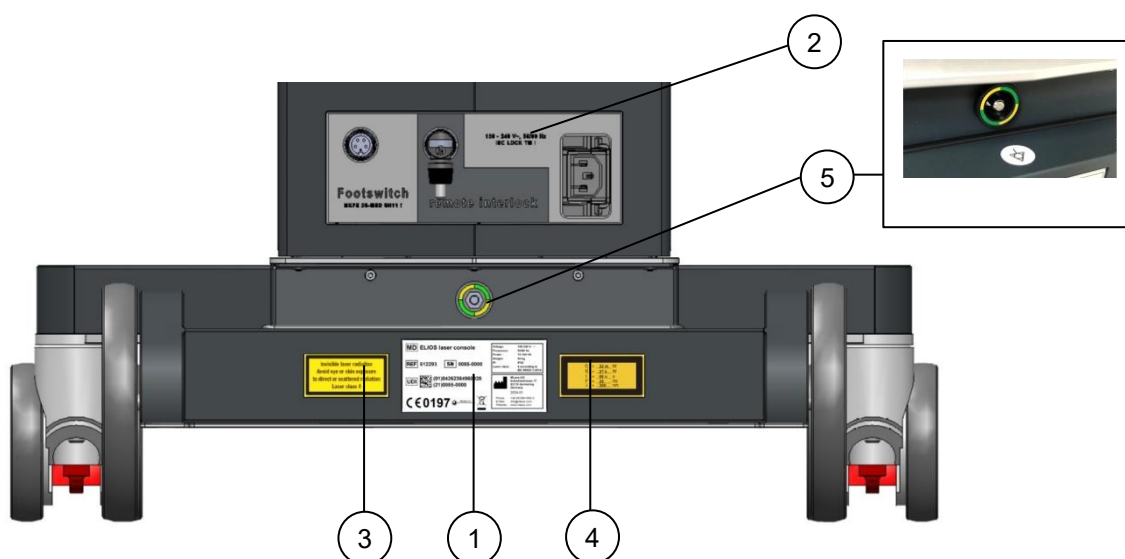

Fig. 2-1: Sett bakfra
1.	Identifikasjonsplaten er plassert på baksiden av laseren (se Fig. 2-1). Symbolene som brukes betyr: MD Medisinsk utstyr REF Katalognummer: SN Serienummer UDI Unik enhetsidentifikator  Vekselstrøm IP IP-beskyttelsesklasse  Produsent og produksjonsdato (AAAA-MM) CE0197 CE-merking av samsvar med nummeret til det tekniske kontrollorganet  se 6  elektroniske bruksanvisninger tilgjengelig
Etiketten er plassert på baksiden av laseren (se Fig. 2-1).
3.	ELIOS-laserkonsollen genererer laserstråling av klasse 4. Verken øyne eller hud skal utsettes for denne usynlige strålingen. Etiketten er plassert på baksiden av laseren (se Fig. 2-1).
4.	Informasjonen om laserstrålingen er spesifisert på etiketten på bildet. Etiketten er plassert på baksiden av laseren (se Fig. 2-1).
5.	Kontakt for elektrisk potensialutjevning. Etiketten er plassert på baksiden av laseren (se Fig. 2-1).